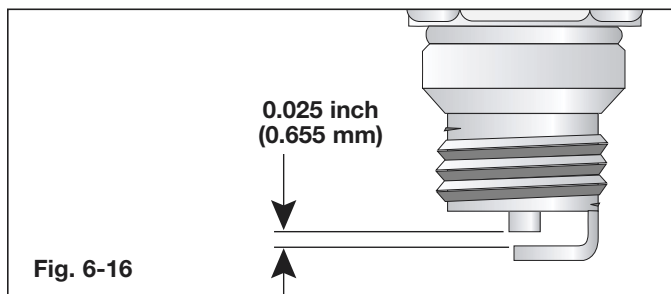

Fig. 6-16
3. Cambie las bujías que estén rajadas, sucias o deterioradas. Fije la separación de aire a 0.025 pulgadas (0.655 mm.) utilizando un calibrador (Fig. 6-16).